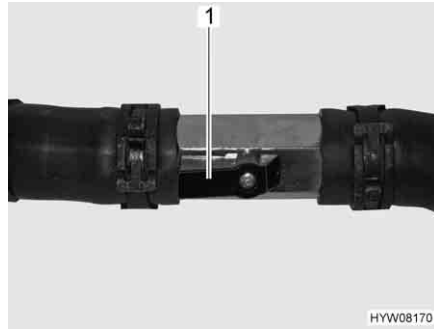

Fig. 204 Torneira de passagem aberta
- Coloque a alavanca (Fig. 204,1) paralelamente à tubagem (Fig. 204). Quanto mais aberta estiver a torneira de passagem, maior é a potência calorífica.